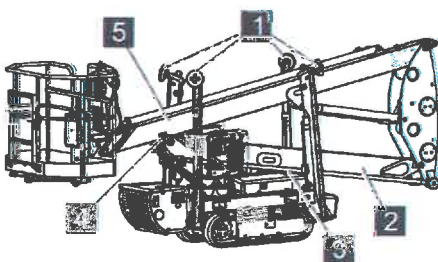

Abb. 57: Transportstellung
- Stützen (Abb. 57/1) sind eingefahren.
- Unterarm (Abb. 57/2) befindet sich in der Transportauflage (Abb. 57/3).
- Oberarm (Abb. 57/5) befindet sich in der Transportauflage (Abb. 57/4).